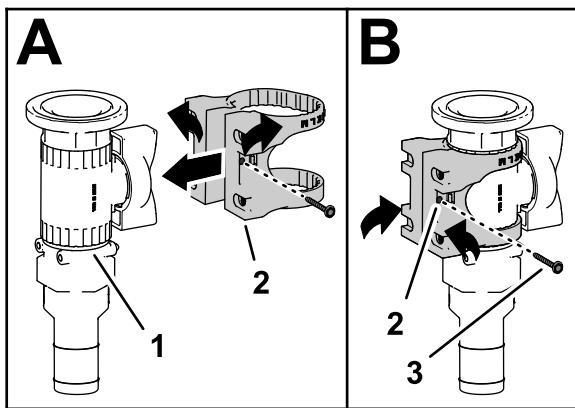

図 40
3. 図 40 の A に示すように、バルブ マウントをフランジ付きコントロール バルブに取り付ける。
4. フランジヘッドねじ#6を使って、バルブマウントを制御バルブに固定し、ねじを手締めする図 40 のB。